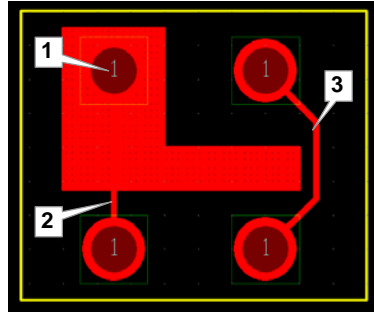
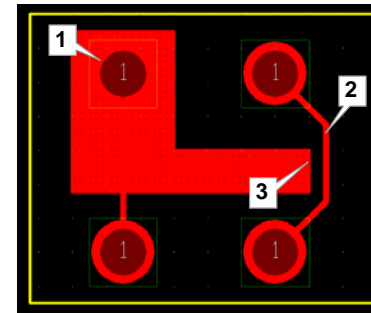
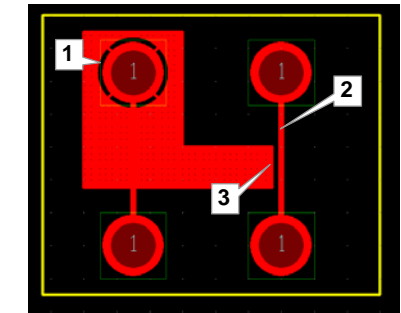

рис. 2-36
рис. 2-41
рис. 2-42
На рис. 2-36 показано, что у нас получится. Via (1) целиком окажется покрытой медью. От неё останется лишь дырочка. Дорожка (2), принадлежащая цепи, входит прямо в зону. Дорожка (3), не принадлежащая цепи, зону огибает.
Давайте вернёмся к рис. 2-36 и посмотрим, что произойдёт, если obstacle Copper area (рис. 2-41) поменять на Copper pour (рис. 2-42).
*И третье,* что стоит понять и всегда помнить. Отрезанная от остальной цепи Copper pour на плату нанесена не будет, а из дизайна просто исчезнет, как это показано на рис. 2-42. Дорожка (2) перерезала Copper pour (3). И, поскольку отрезанный кусок оказался изолированным от своей цепи, то Layout удалил его с чертежа.
Давайте посмотрим, что можно сделать с платой, изображённой на рис. 2-42, играясь различными настройками Layout Plus. Войдите в окно свойств obstacle: